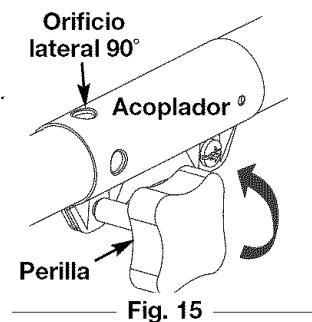
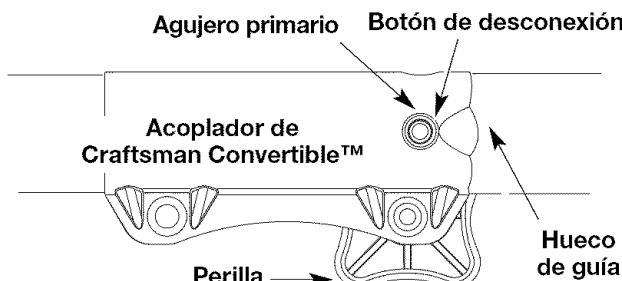
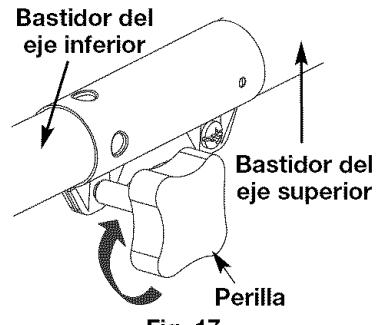

Fig. 15
Fig. 16
Fig. 17
2. Gire la perilla en sentido antihorario para aflojarla (Fig. 15).
3. Oprima y sostenga el botón de desconexión (Fig. 16) y gírelo con firmeza  $90^\circ$  en cualquier dirección (según el modo en que quiere recortar el borde) (Fig. 15).
4. Dé vuelta a la perilla a la derecha para tratar el acoplador (Fig. 17).
2. De vuelta a la perilla a la izquierda para aflojar el acoplador (Fig. 15).
3. Mientras que firmemente sostiene el accesorio, empújelo derecho en el acoplador hasta el botón liberador (Fig. 16) se encaja a presión hacia el agujero primario (Fig. 16). El agujero primario está en el lado opuesto del acoplador de la perilla (Fig. 16). La alineación del botón de desconexión con el hueco de guía facilitará la instalación (Fig. 16).
**PRECAUCIÓN:** Antes de operar esta unidad, cerciórese de que el botón de liberar esté completamente trabado en el agujero primario (Fig. 16), y que la perilla (Fig. 17) esté bien apretada.
3. Oprima y sostenga el botón de desconexión (Fig. 16).